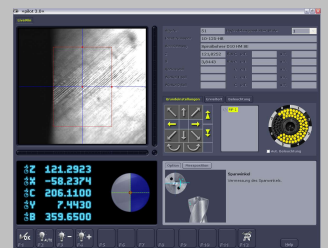

Bild 7
5. Der **interaktive Konfigurationsassistent** (Bild 7) des »genius 3« bietet die Möglichkeit, Messabläufe pro Werkzeug einfach per Mausclick zu definieren. Somit kann sich der Anwender auch für Sonderwerkzeuge Messoperationen zusammenstellen, hat über ein ausgefeiltes Hilfe-, Navigations- und Beleuchtungsmenü alle Möglichkeiten, die Funktionen des »genius 3« auf seine Bedürfnisse abzustimmen. Die somit erstellten Messungen bleiben ebenfalls dauerhaft gespeichert, können jederzeit auf neue Gegebenheiten am Werkzeug angepasst werden.